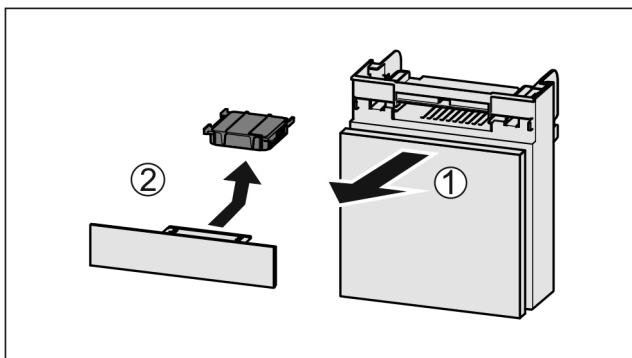

Fig. 178
- ▶ Extraire le compartiment par l'avant Fig. 178 (1).
- ▶ Sortir le filtre à charbon actif Fig. 178 (2).